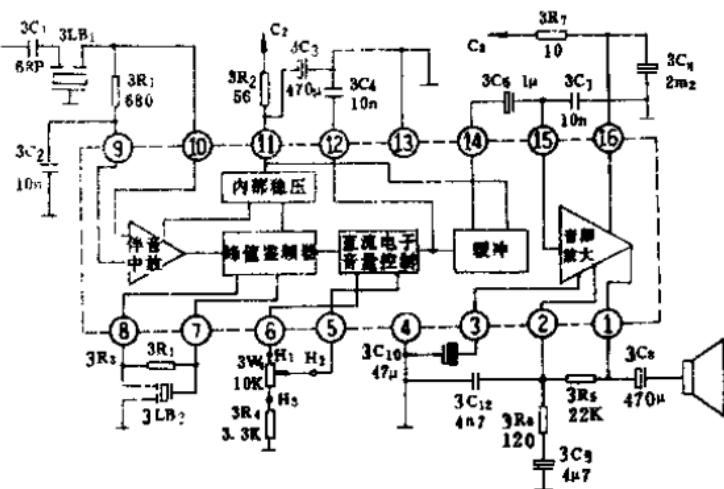

图 1-3
4. 一台春笋牌 SD441A 型 17 英寸黑白电视机，出现无图无声故障，经检查是伴音集成块 AN355 损坏。检查的方法是：用起子碰触⑪、⑫脚，喇叭发出“嘟嘟”声，说明音频放大器正常。再碰触⑬脚，喇叭也发出“嘟嘟”声，说明缓冲级也正常，肯定故障在此级之前。将 3R₁₁ 对地短路，伴音可恢复，说明 AN355 内部的直流音量控制电路损坏。进一步用万用表测
⑤、⑦脚电压,发现上升到4.4V(正常值为4V)、调节音量电位器,⑨脚电压不变化(正常工作时此脚电压在1.5V~4V之间变化)。
应急修理办法是:见图1-3,先把电阻3R₁焊下,用导线将3R₁、⑩脚焊点短路,测⑤、⑦脚电压降低,旋转音量电位器至中间位置时出现伴音,但音量不能控制。焊下3W₁测其阻值为1.2KΩ,用一只1K的电位器焊上后,伴音恢复正常。这样修理节省开支,AN355可继续使用。